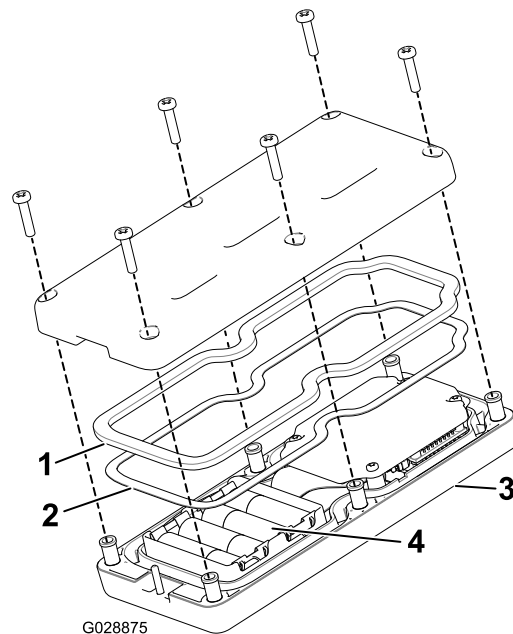

図 18
2. 電池を入れる 電池の向きに注意すること。電池を正しく入れないと、機械が損傷することはないが、操作ができない。電池を入れる箇所にはプラス・マイナスの表示がある 図 18。
3. スチール製のガスケットとゴム製のシールをリモートの溝にきちんとはめ、バックカバーを取り付ける (図 18)。
4. ねじ6本を使ってカバーを固定し 図 18、各ねじを 1.5 - 1.7 Nm / 0.15 - 0.17 kg.m = 13 - 15 in-lb にトルク締めする。